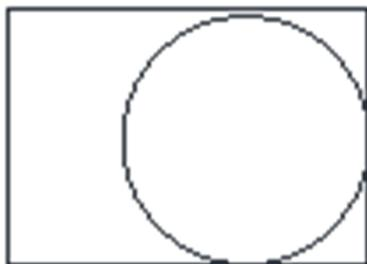

Рис. 2.6
- в) в прямоугольнике произвольного размера по двум касательным и радиусу 10 мм (рис. 2.6).